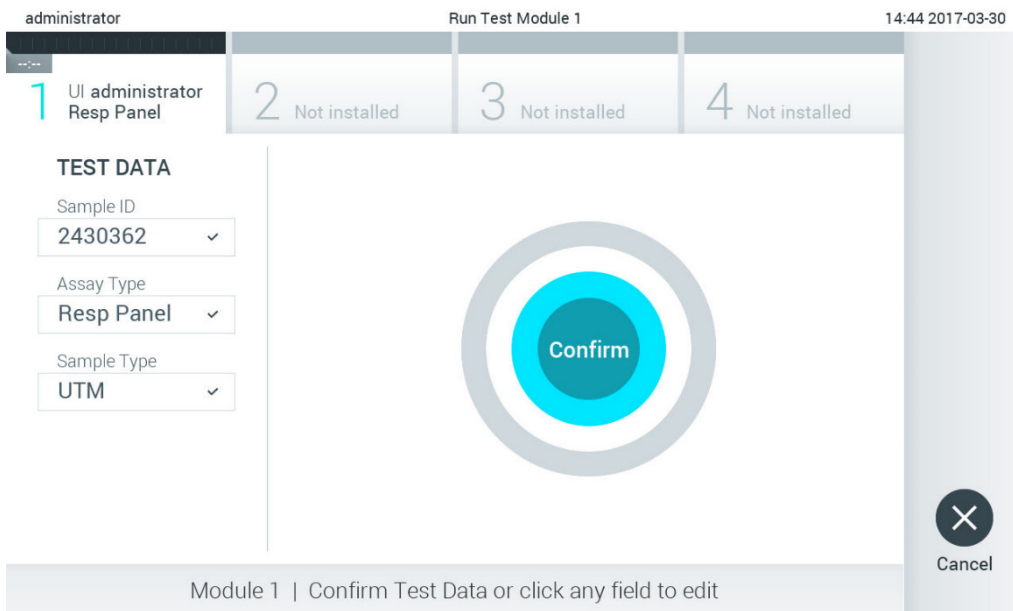

Рис. 26. Екран Confirm (Підтвердження).
5. Відкриється екран **Confirm** (Підтвердження). Перегляньте введені дані та внесіть необхідні зміни. Для цього натисніть відповідні поля на сенсорному екрані та змініть інформацію (рис. 26).